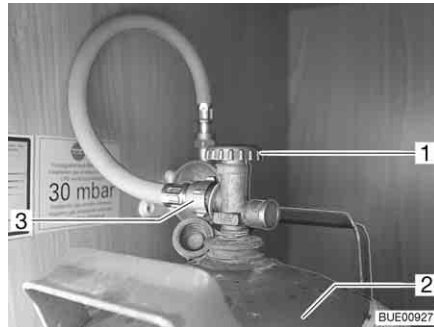

Bild 162 Gasbox
- Stäng huvudavstängningsventilen (Bild 162,1) på gasflaskan (Bild 162,2). Beakta pilriktningen.
- Skruva loss gasslangen (Bild 162,3) från gasflaskan.